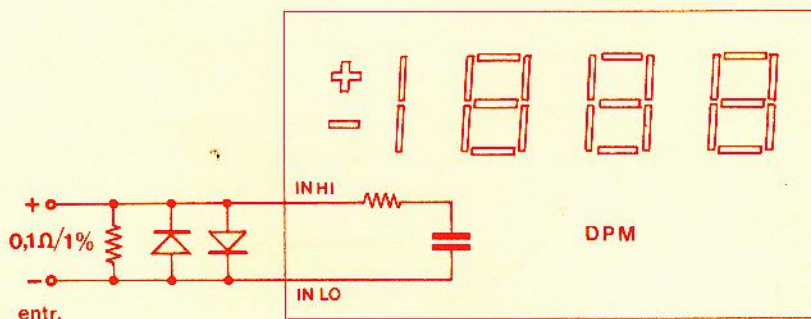

FIGURA 11
5.a) — **Amperímetro até 2 A:** O artifício, aqui, é semelhante ao do caso anterior: liga-se um resistor de 0,1 ohm em paralelo à entrada, para que, com 2 A de corrente, tenhamos 200 mV sobre o resistor (figura 11).